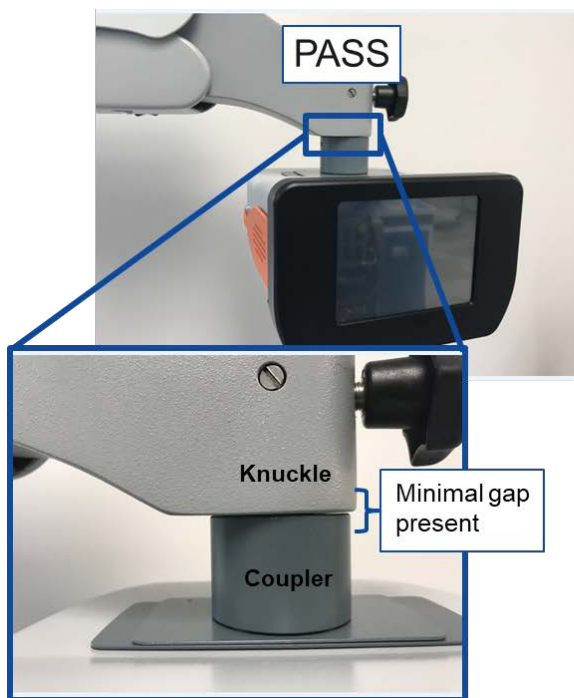

Figura 2: test superato
- TEST SUPERATO: tra lo snodo e l'accoppiatore è presente uno spazio minimo. Si noti che una luce minima tra lo snodo e l'accoppiatore – come mostrato nell'immagine "PASS", nella Figura 2 – è accettabile. Lo spazio tra l'accoppiatore e lo snodo deve essere inferiore allo spessore di una carta di credito (circa 0,75 mm).